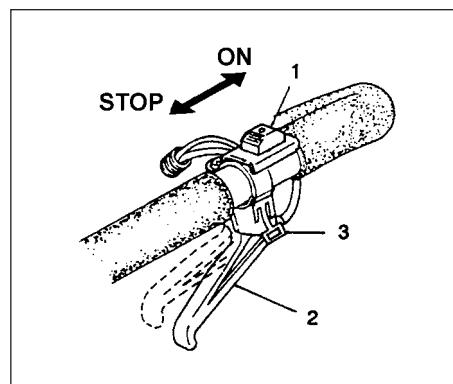

Fig. 2-2
1. Sett tenningsbryteren (1) i posisjon ON (PÅ). (fig. 2-2)
2. Hvis gasslåsen (3) er medlevert, trekk i gassutlöseren (2) og hold gasslåsen (3), slipp sakte hendelen til den låses. (Fig. 2-2)